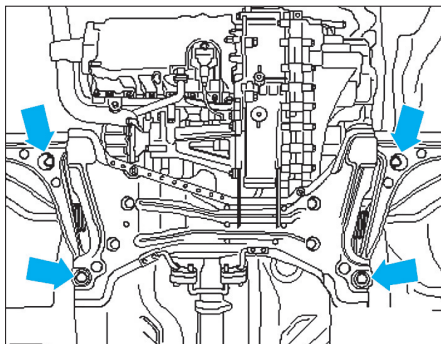

Fig. 16
- Dévisser les vis du berceau (flèches) (Fig.16).